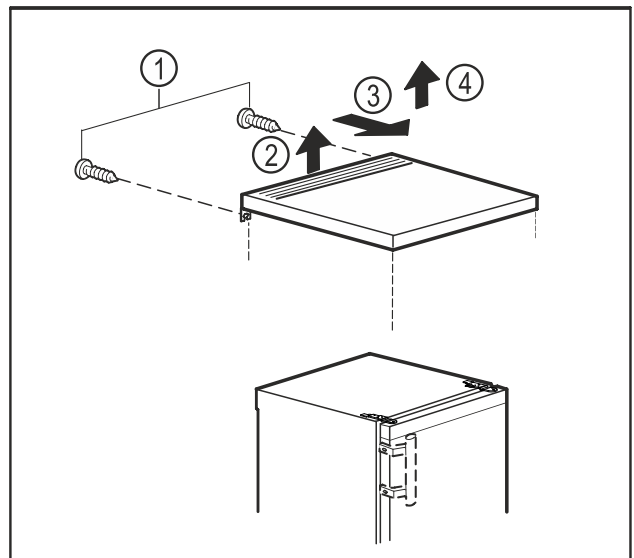

Fig. 5
- Schrauben an der Rückseite entfernen. Fig. 5 (1)
- Tischplatte hinten anheben. Fig. 5 (2)
- Tischplatte nach vorn schieben. Fig. 5 (3)
- Tischplatte nach oben abnehmen. Fig. 5 (4)